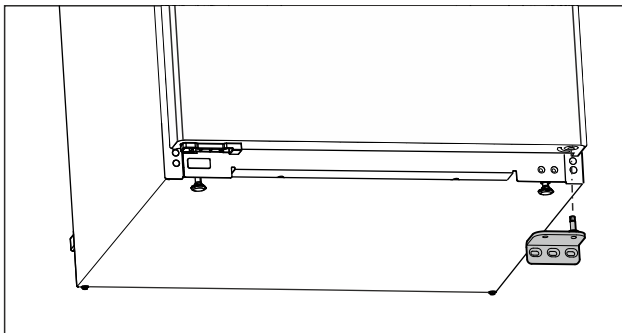

Fig. 16
- Ta av lagerbock neråt. (se Fig. 16)